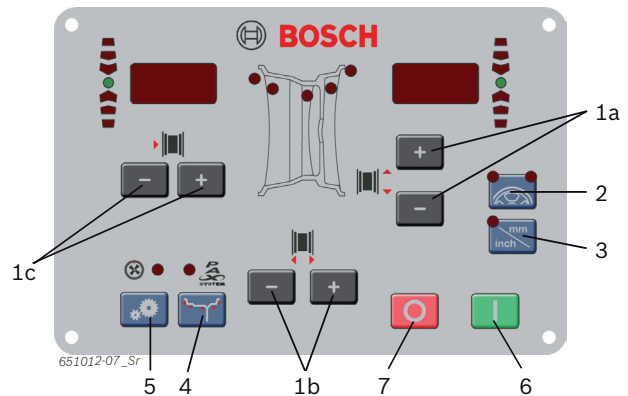

Fig. 6: Touches champ de commande/d'affichage
2. Sélectionner la distance de la jante déterminée à l'aide de la touche <-> ou <+> pour la distance de la jante (fig. 6, pos. 1).
4. Sélectionner la largeur de jante déterminée à l'aide de la touche <-> ou <+> (fig. 6, pos. 1).
6. Sélectionner le diamètre de la jante à l'aide de la touche <-> ou <+> pour le diamètre de la jante (fig. 6, pos. 1).
2. Entrer le nombre de rayons présents avec les touches <-> ou <+> (fig. 6, pos. 1).